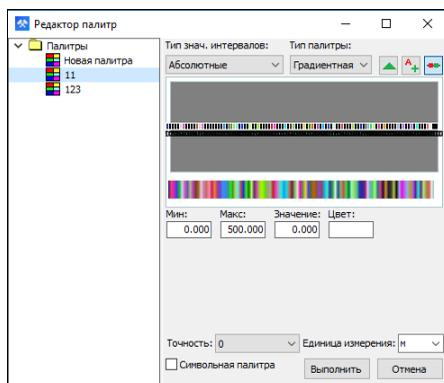

Рис. 16.30. Режим интерактивного создания палитры
- включение режима интерактивного создания палитры (рис. 16.30).